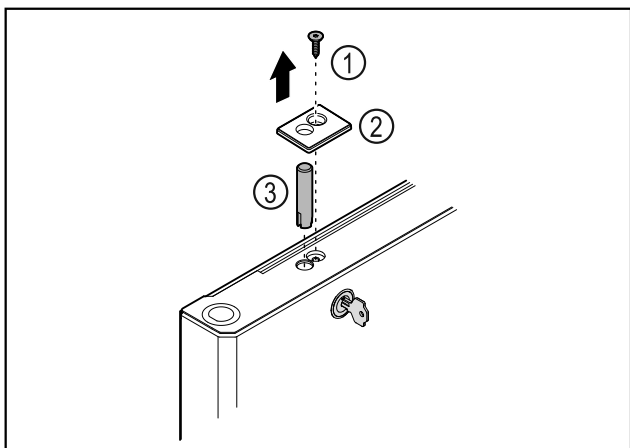

Fig. 43
- ▶ Îndepărtați șurubul Fig. 43 (1).
- ▶ Deblocați apărătoarea Fig. 43 (2) cu o șurubelniță mică și detașați-o.
- ▶ Extrageți bolțul încuietorii Fig. 43 (3).